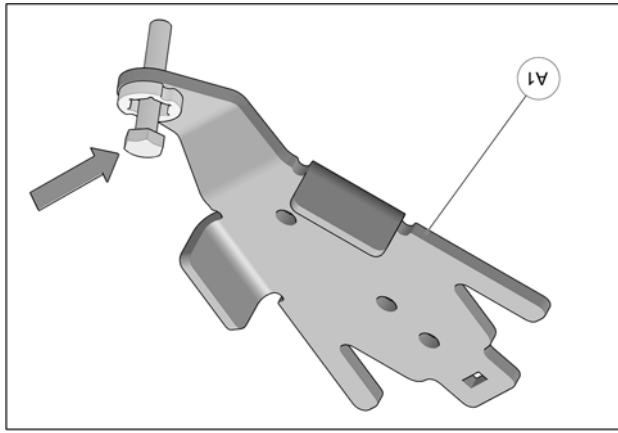

Fig. 9
4. Insérer un boulon à l'extrémité de chacun des ancrages de suspension avant (A1). Voir la Fig. 9